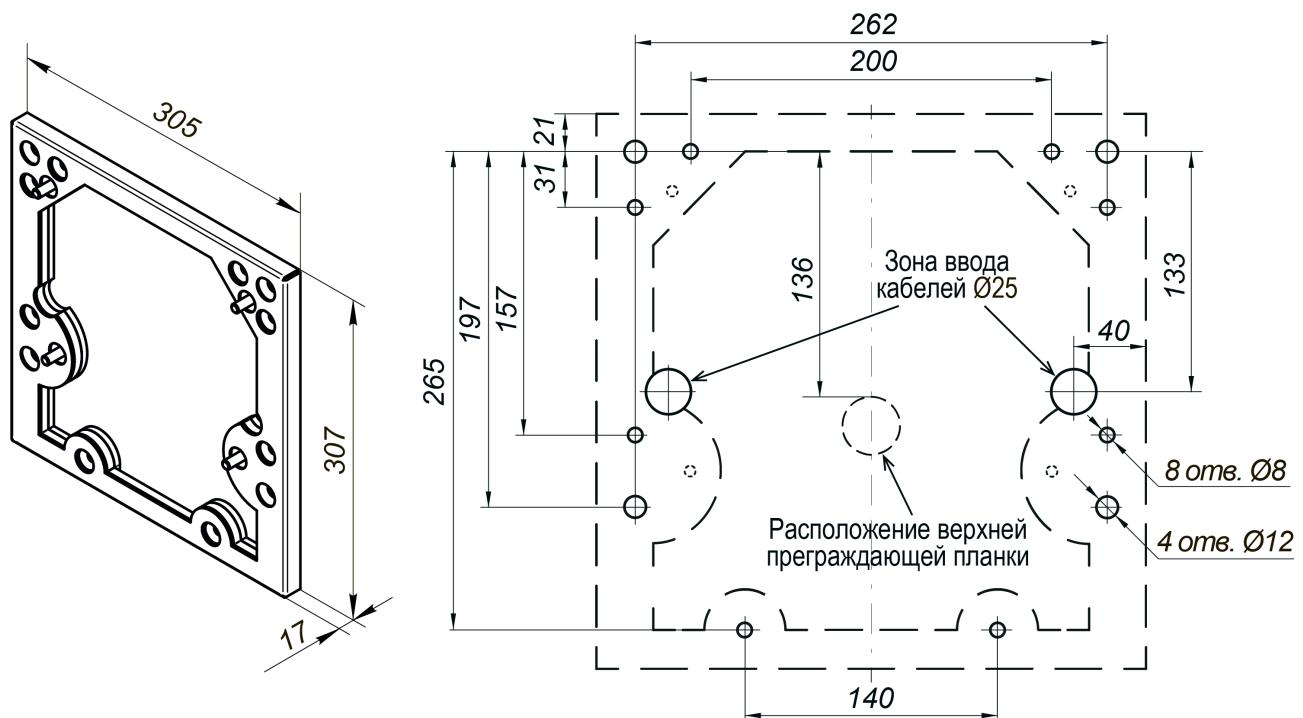

Рисунок 18. Габаритные размеры и схема разметки отверстий на стене для крепления кронштейна PERCo-MT10.2
- б) Порядок установки монтажного кронштейна **PERCo-MT10.2** (для исполнения турникета **PERCo-TTR-10AK**), см. рис. 18: